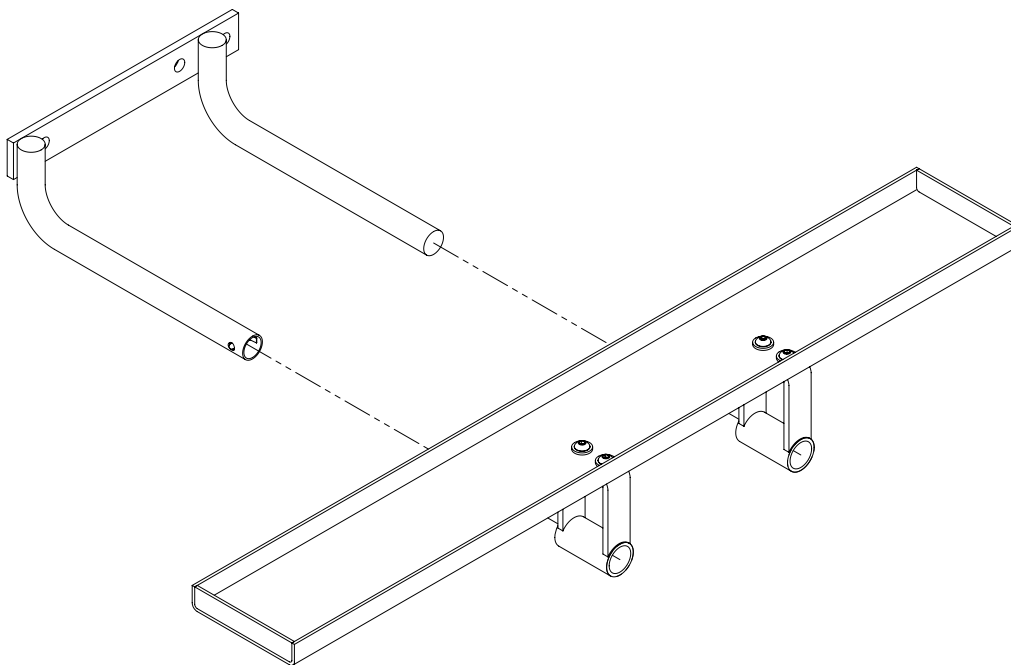

Figure 4 : Fixer le rail au support pour roue
4. Appuyez sur la goupille de positionnement et glissez le rail de roue dans les tubes du support pour roue. Une fois que le rail de roue est positionné dans le support pour roue, serrez les vis à tête creuse (voir figure 4).